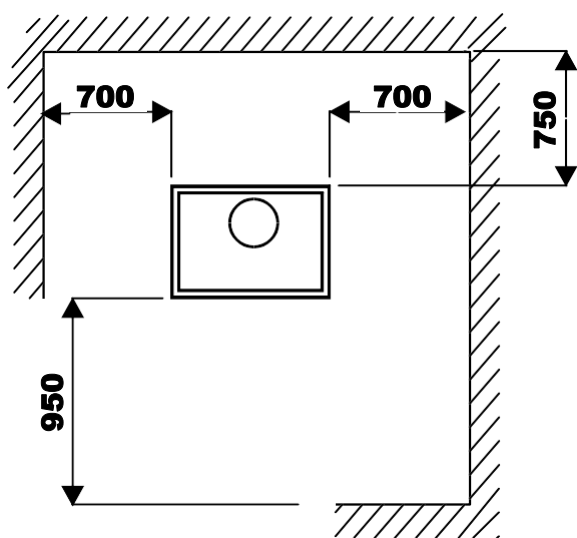

Fig. 3
- Quando si posiziona la stufa, tenere conto delle distanze di sicurezza necessarie, sia dell'apparecchio che del camino, dalle superfici infiammabili (pareti in legno o carta da parati, pavimenti in legno, ecc.). Queste stesse distanze devono essere rispettate quando il rivestimento delle pareti o delle aree vicine è suscettibile di deterioramento o deformazione a causa dell'effetto della temperatura (vernici, smalti, PVC, ecc.). **Fig. 3**